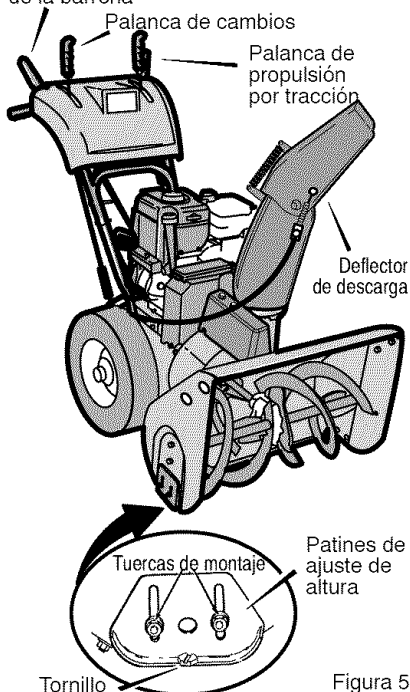

Figura 53
La Figura 53 muestra el quitanieves completamente ensamblado.
4. Para propósitos de envío, los **patines de ajuste de altura**, van sujetos a la plataforma de envío. Saque el **tornillo** que sujeta cada **patín** a la plataforma. Vea la Figura 53.